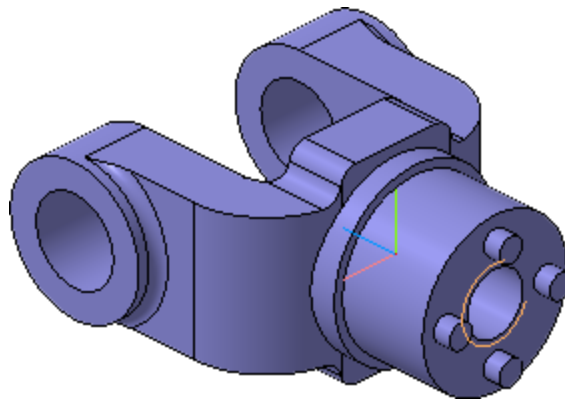

Рисунок 75.
- Нажмите кнопку Создать объект . (рис. 75).